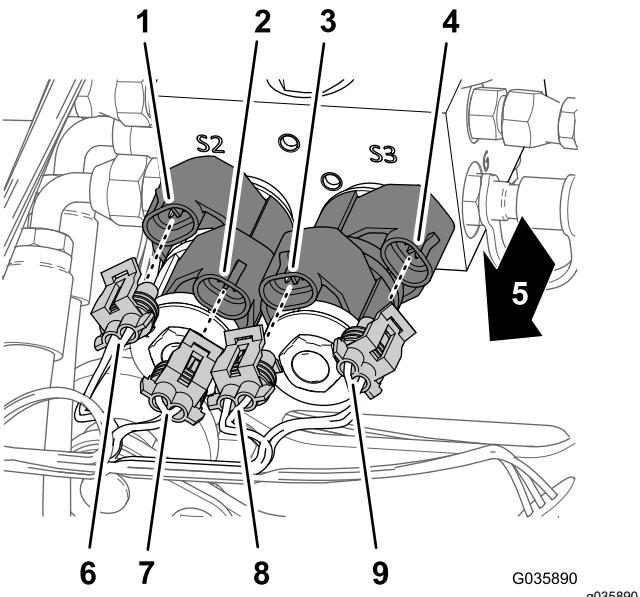

Figura 25
1. Nella parte anteriore del collettore del cilindro di sollevamento, collegate i 4 connettori elettrici del cablaggio preassemblato per la barra Sonic Boom ai solenoidi per il controllo del sollevamento delle barre, come illustrato nella Figura 25.